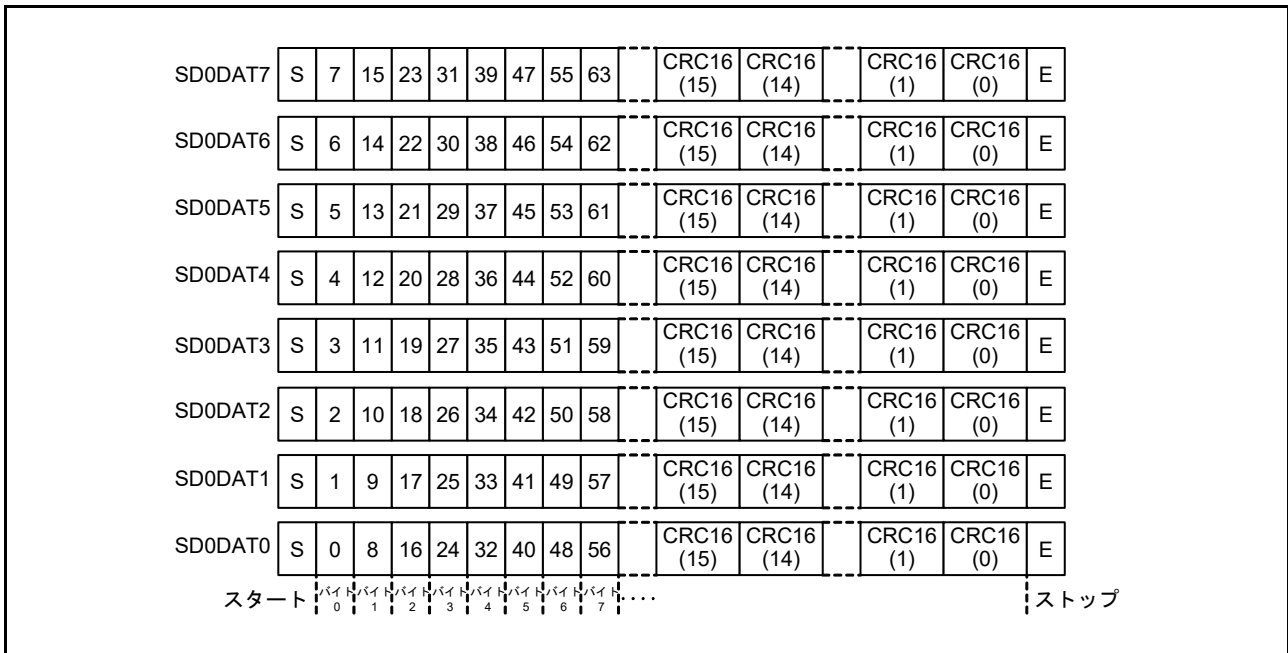

図 36.4 8ビット幅モードのSD0DAT
2. 受信データが MMC ホストインタフェースの SD_BUF に格納される (図 36.4 を参照)。